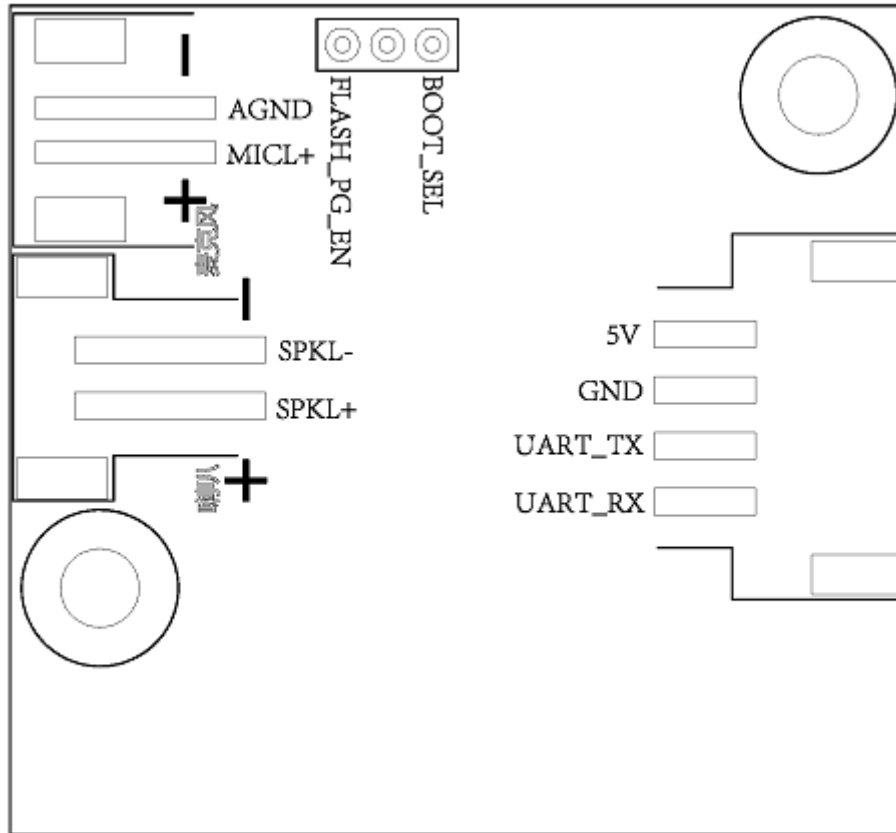

图6 模块引脚图
3. 四线供电和UART接口，采用2.5mm 间距母口，引脚顺序请参考图6。该接口中的UART引脚除了做串口通讯功能外，也可以配置为GP I/O口。